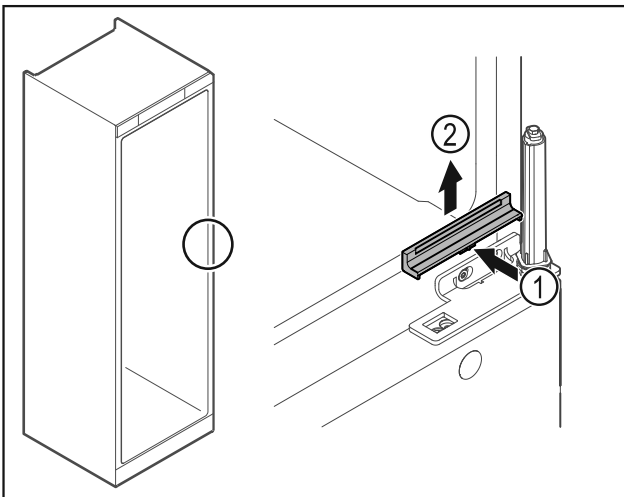

Fig. 23
- ▶ Abdeckung Fig. 23 (1) in der Mitte leicht eindrücken und nach oben abnehmen Fig. 23 (2).